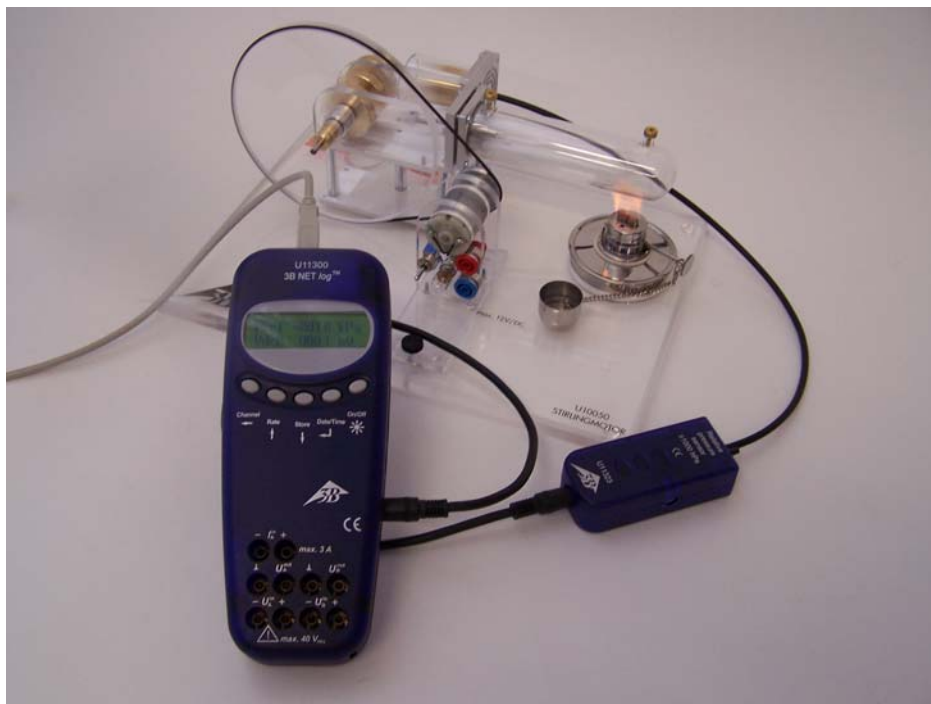

Fig. 1 Versuchsaufbau zur Aufnahme der Betriebsdruckwerte im rotierenden Stirling-Motor U10050
- Versuchsaufbau gemäß Fig. 1.